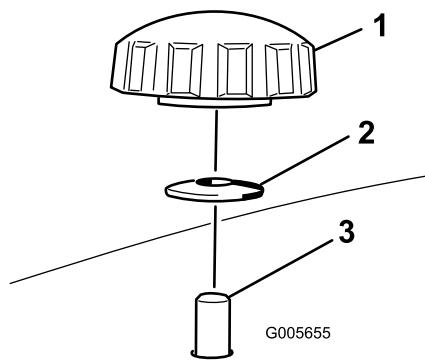
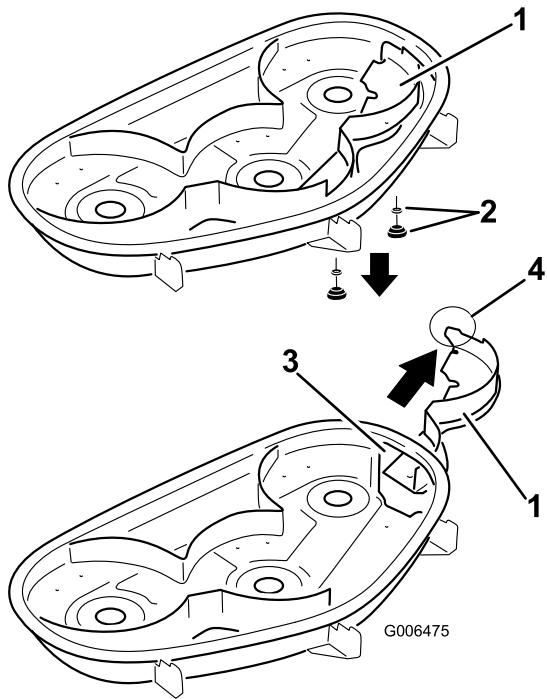

Figure 31
Figure 32
- Déposez les 2 boutons et rondelles bombées qui fixent le déflecteur droit au plateau de coupe, comme illustré à la Figure 31.
- Déposez le déflecteur droit et abaissez le déflecteur d'herbe sur l'ouverture d'éjection, comme illustré aux Figure 32 et Figure 31.
- Insérez le déflecteur droit sous le plateau de coupe et fixez-le en place avec 2 boutons et rondelles bombées (côté bombé face au plateau de coupe) comme illustré aux Figure 31 et Figure 32.